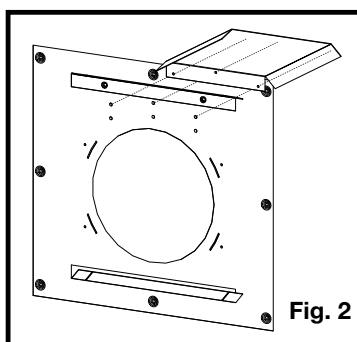

Fig. 2
2. Installez un écran protecteur sur le dessus d'une côté de l'espaceur coupe-feu (Figure 2).